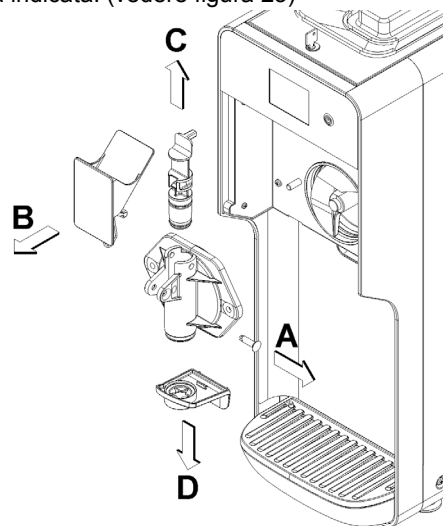

figura 23
8 Rimuovere il gruppo rubinetto e smontarlo seguendo la sequenza indicata. (vedere figura 23)
- 3 Rimontare il gruppo rubinetto con sequenza inversa rispetto a quella illustrata in figura 23 e riposizionarlo nella sua sede.